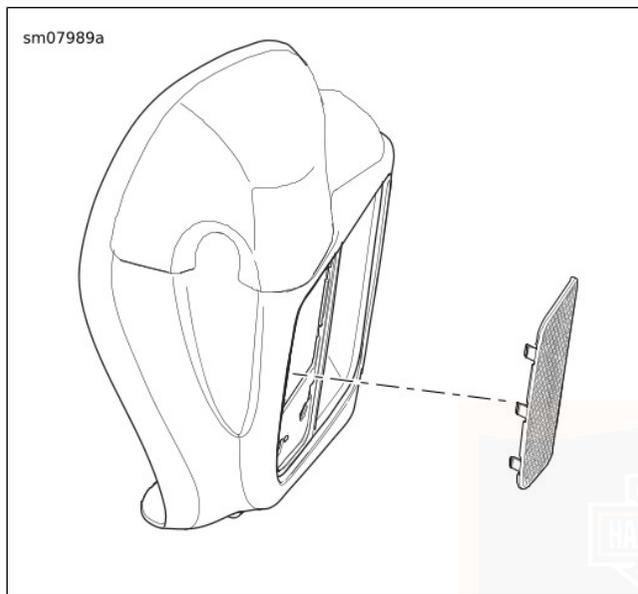

Abbildung 76. Kühlergrillabdeckung der unteren Verkleidung
1. Siehe Abbildung 76. Den äußeren Kühlergrill an der unteren Verkleidung ausbauen.